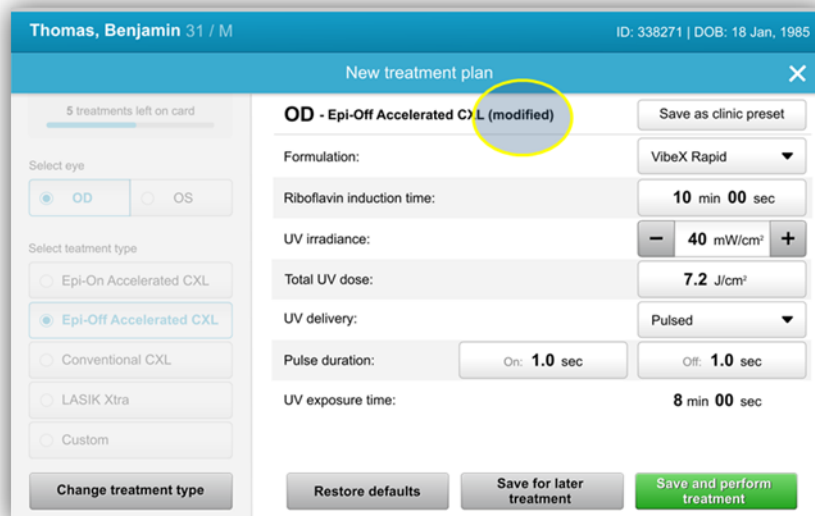

Figura 3-8. Piano di trattamento modificato
- Se i parametri di uno qualsiasi dei quattro trattamenti preimpostati sono stati regolati, accanto al piano di trattamento scelto verrà visualizzata l’indicazione “Modified” (Modificato), come mostrato nella Figura 3-8.